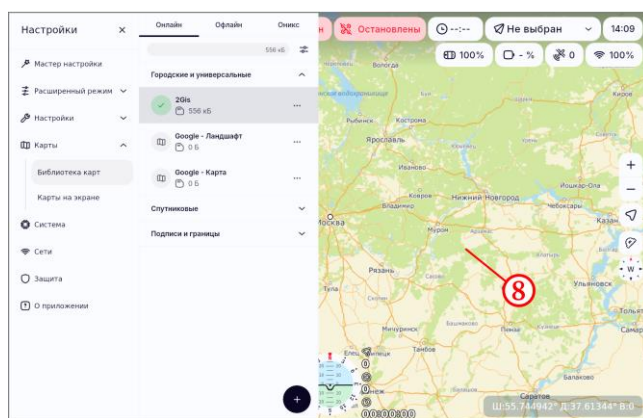

Рисунок 31
- удостовериться, что вид карты был изменен (рисунок 31, шаг 8);